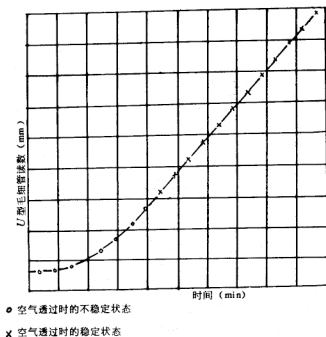

图 2 时间/U型毛细管读数曲线图
8.1 把时间  $t$  和液面移动的相应高度  $h$  值绘在坐标纸上（如图 2 所示）。计算稳定状态下（直线部分）